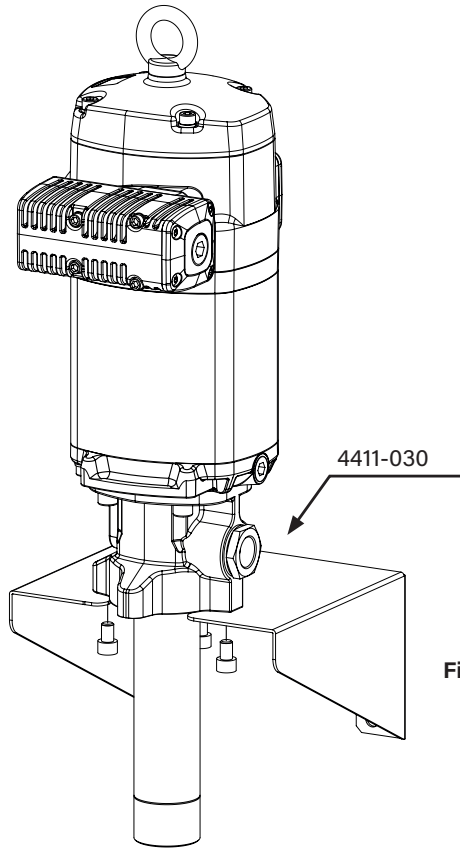

Fig. 2
- Wall mounting (using wall bracket 4411-030). Mount the wall bracket to the wall securely, Insert the pump through the wall bracket and attach it with screws (fig. 2).
- Montaje mural (usando soporte 4411-030). Fije el soporte mural a la pared firmemente. Inserte la bomba por el soporte y fíjela con los tornillos suministrados (fig. 2).